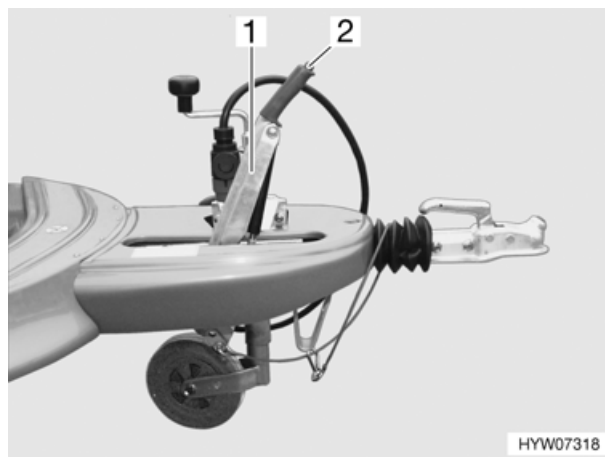

Fig. 7 Freno a mano
- Durante la sosta del caravan, tirare forte il freno a mano (Fig. 7,1). Esso si innesta automaticamente.
- Per rilasciarlo premere il bottone di sicurezza (Fig. 7,2) e abbassare il freno a mano.